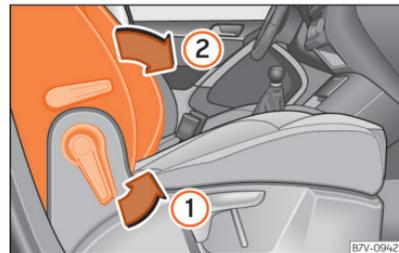

Abb. 89 Beifahrersitz: Sitzlehne nach vorn klappen.
- Bewegen Sie den Hebel in Pfeilrichtung »» (Abb. 89) ① und stellen Sie die Sitzlehne in der gewünschten Position ein.